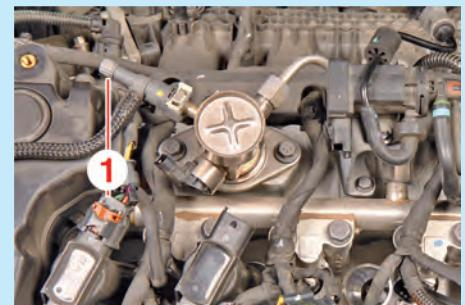

Fig.1
- Brancher l'outil [1] sur la vis de purge (1) (Fig.1).